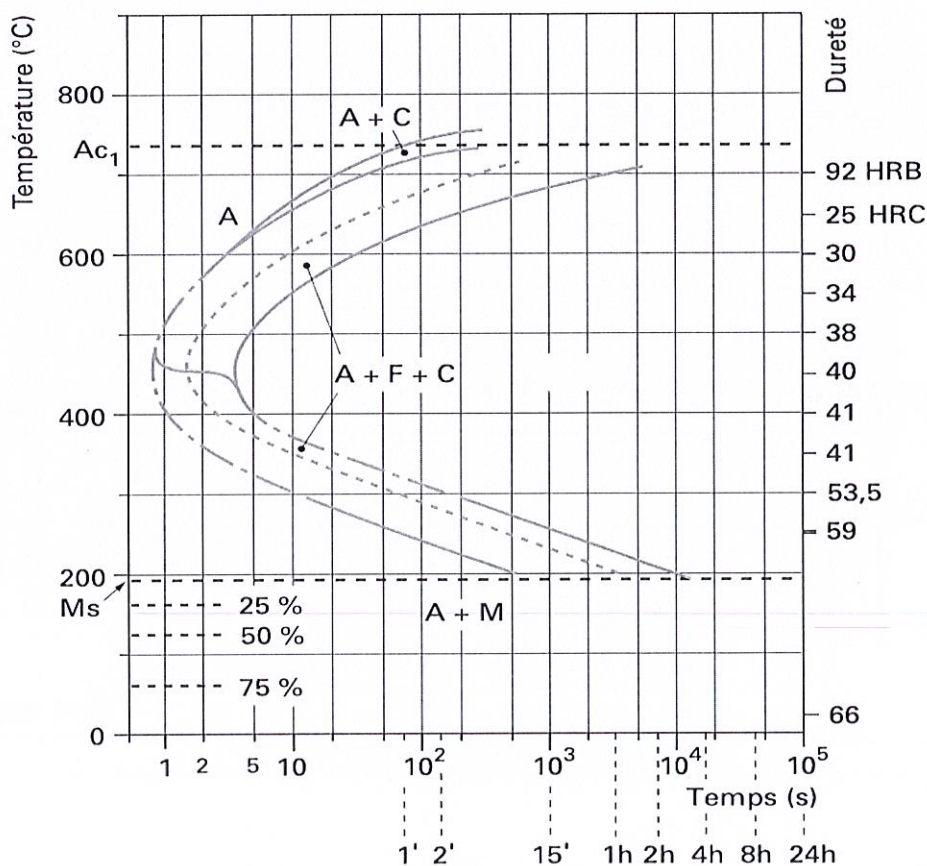

Figure 1 : Présentation du TTT de l'acier C90
2.) On se propose d'étudier le TTT de l'acier C90 (Figure 1).
- Décrire sur la figure 1, les différents domaines.